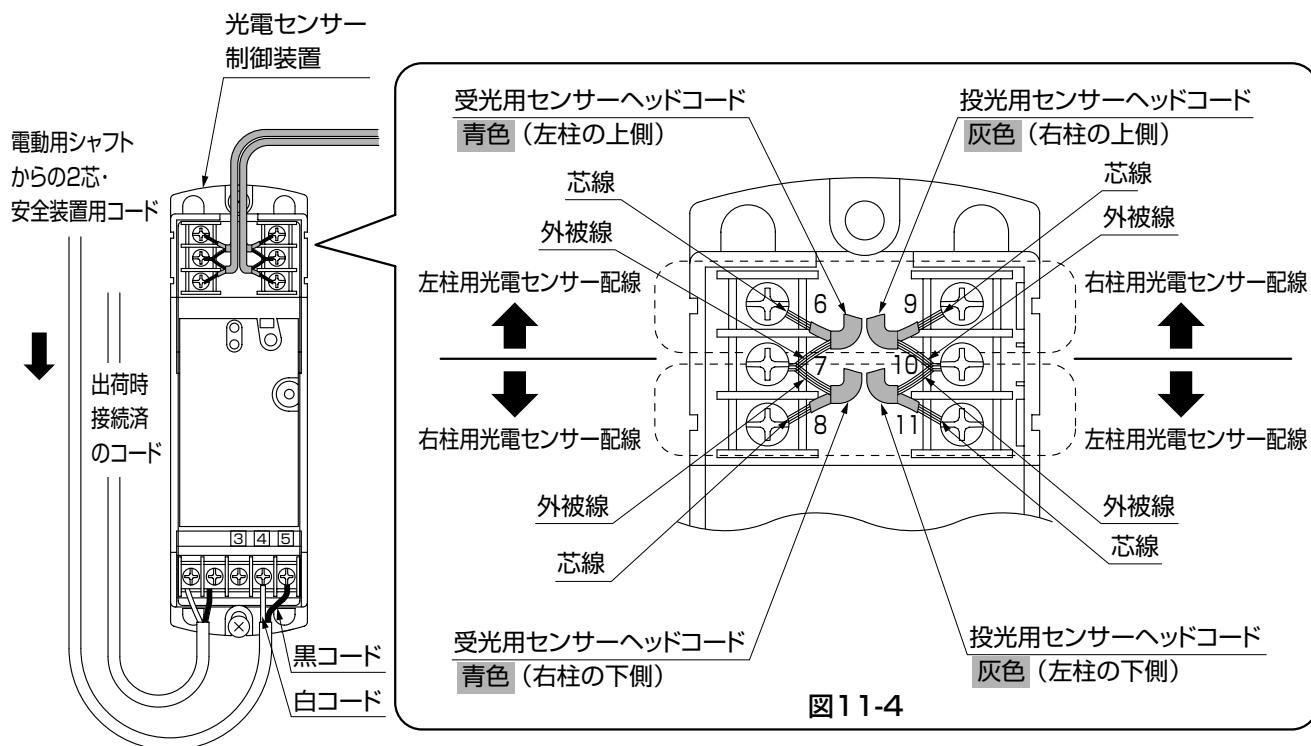

図11-4
- ①光電センサー制御装置のカバーを外して、光電センサーのヘッドコードを端子台6番から11番に接続してください。(図11-4参照)
- ②電動用シャフトの2芯・安全装置用コードを光電センサー制御装置の接点出力[4] (白コード)と[5] (黒コード)に接続してください。